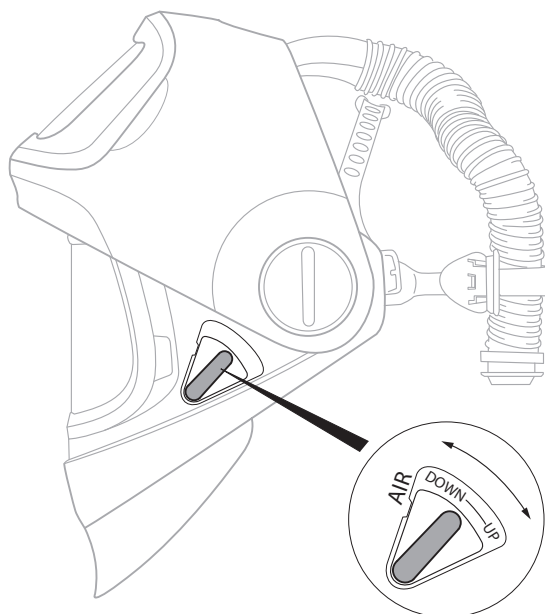

Fig. 8a
- Pour ajuster le débit d'air de bas en haut, soulever l'écran de masque utilisé pour le soudage externe en position relevée (ouverte). Repérer le levier UP – DOWN (HAUT – BAS) sur le côté gauche du masque de soudeur. Ajuster celui-ci dans la position désirée pour le débit d'air entrant (Fig. 8a). L'ajustement entraîne un ensemble d'engrenage situé dans la partie supérieure du masque de soudeur qui dirige l'air vers différents canaux.